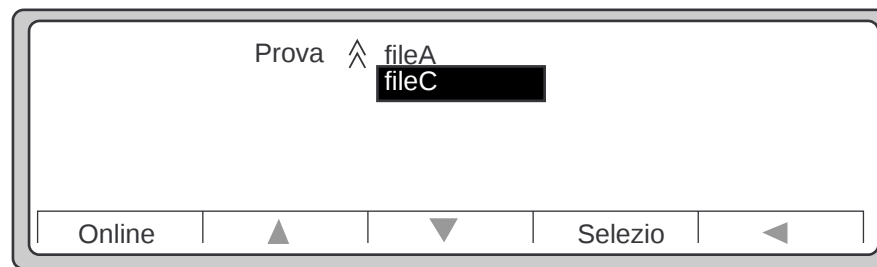

Figura 6-4 Sottomenu Prova
3. Usare ▼ per eseguire uno scorrimento verso il basso ed evidenziare fileC, come illustrato nella Figura 6-4, e premere Selezio.